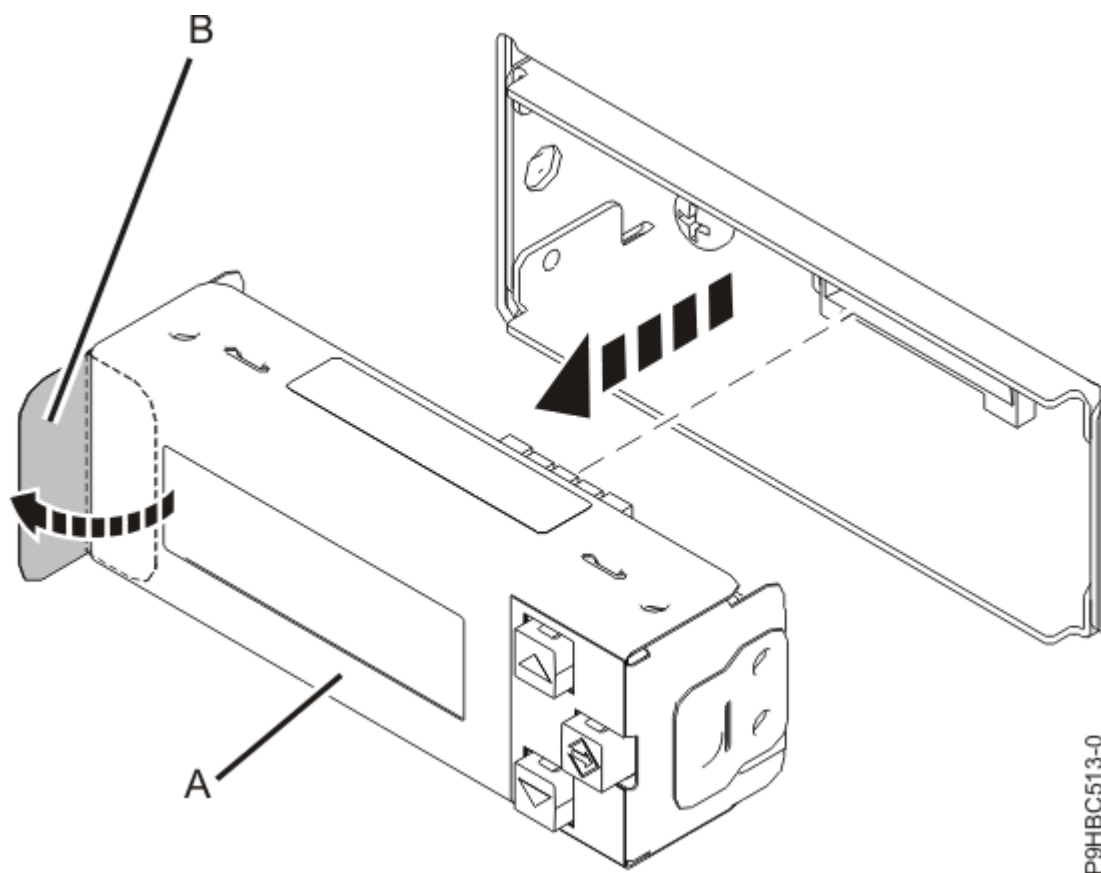

Figure 55. Retrait de l'écran du panneau de commande
4. Retirez l'écran du panneau de commande **(A)** en tirant le levier **(B)**, comme illustré à la Figure 55, à la page 61.